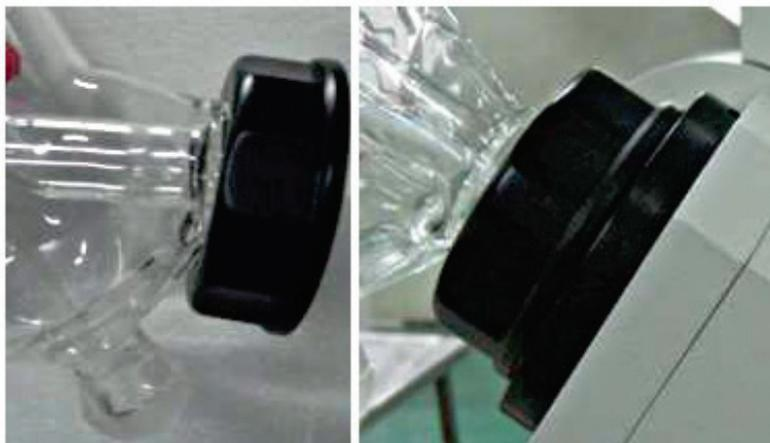

Рисунок 5
8.5. Монтаж конденсатора (Рисунок 5).